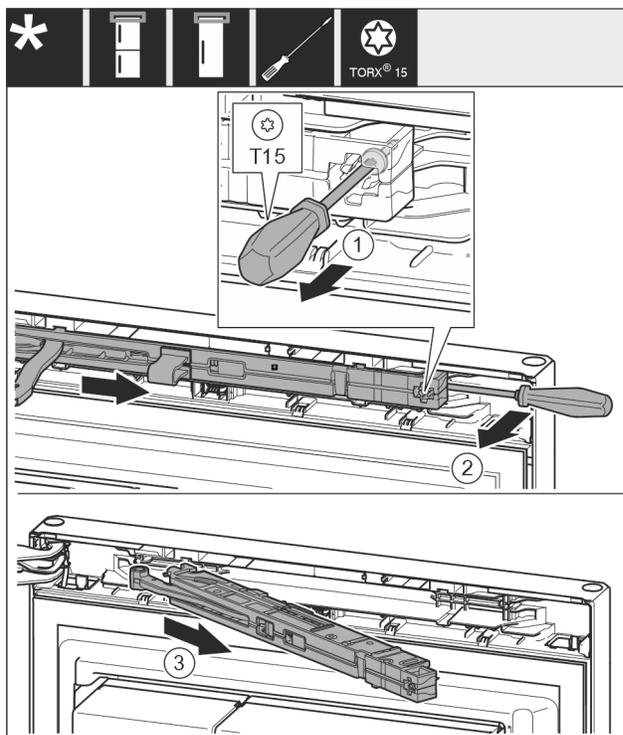

Fig. 10
- Desserrer la vis Fig. 10 (1) de l'unité d'amortissement de fermeture au moyen d'un tournevis 14 mm (9/16 in).
- ▶ Décrocher l'unité d'amortissement de fermeture Fig. 10 (2) côté poignée vers l'avant avec un tournevis.
- ▶ Retirer l'unité d'amortissement de fermeture Fig. 10 (3).